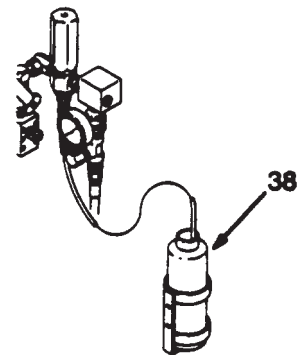

Abb. 14
Abfallschlauch und Flasche (38) bei jedem Neustart der Anlage oder bei einer ungleichmässigen Materialförderung überprüfen, um festzustellen, ob das automatische Materialdruckentlastungsventil Material in die Flaschen abgegeben hat. Bei Bedarf Schlauch und Flasche reinigen. In regelmässigen Abständen prüfen, ob der Abfallschlauch Einschnitte, Leckstellen oder Aufschwellungen aufweist. Bei eventuellen Beschädigungen, Teile vor Inbetriebnahme des Systems ersetzen. Siehe Abb. 14.